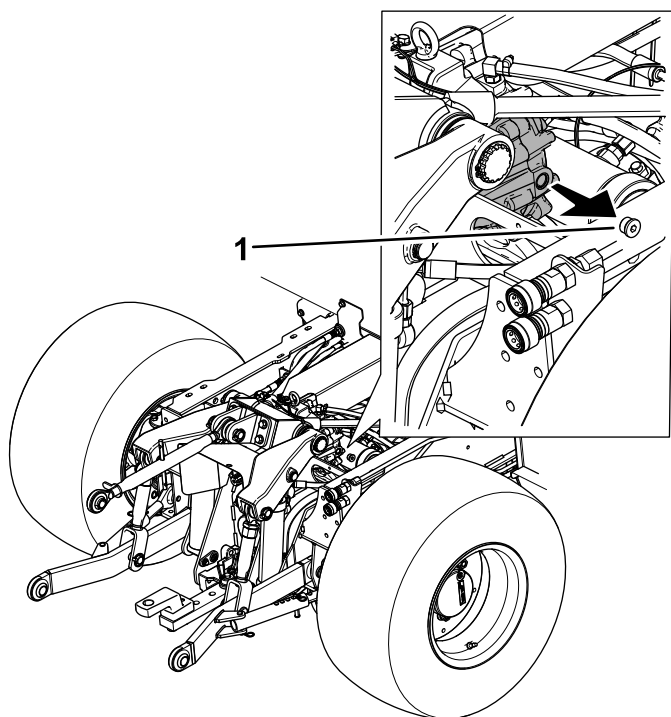

Figura 105
2. Retire el tapón de la mirilla de la caja de engranajes de la TDF trasera (Figura 105).